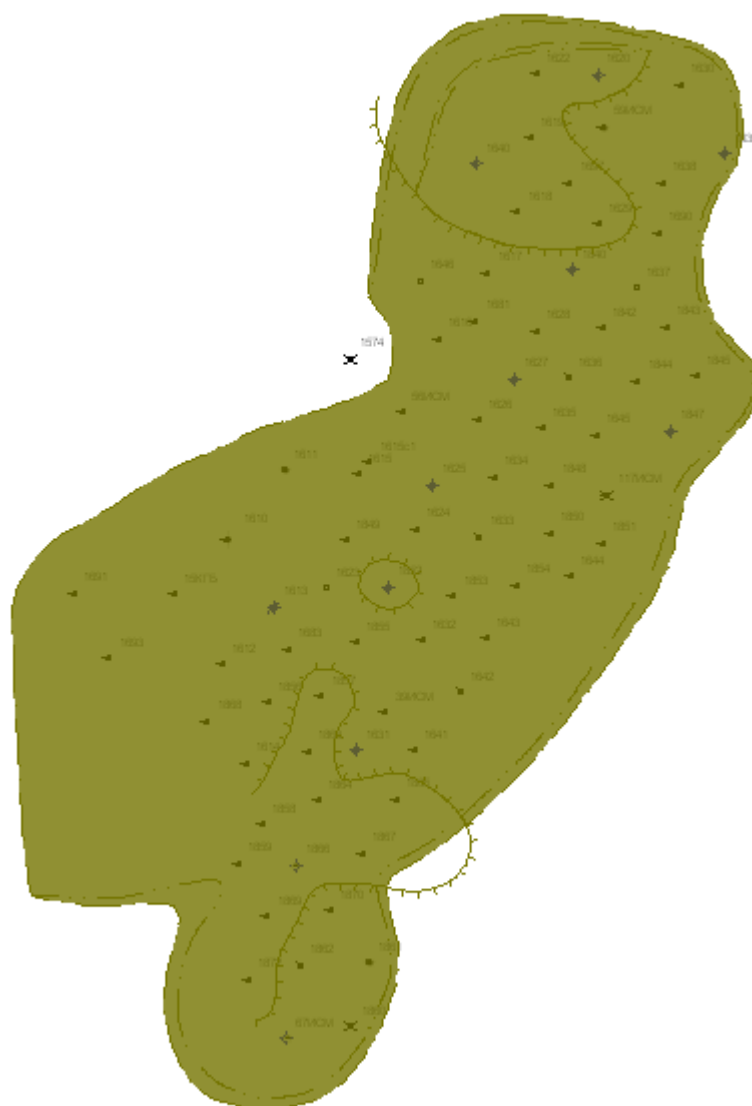

Рис. 52
- Создать залитые контуры. Пример на рис. 52: